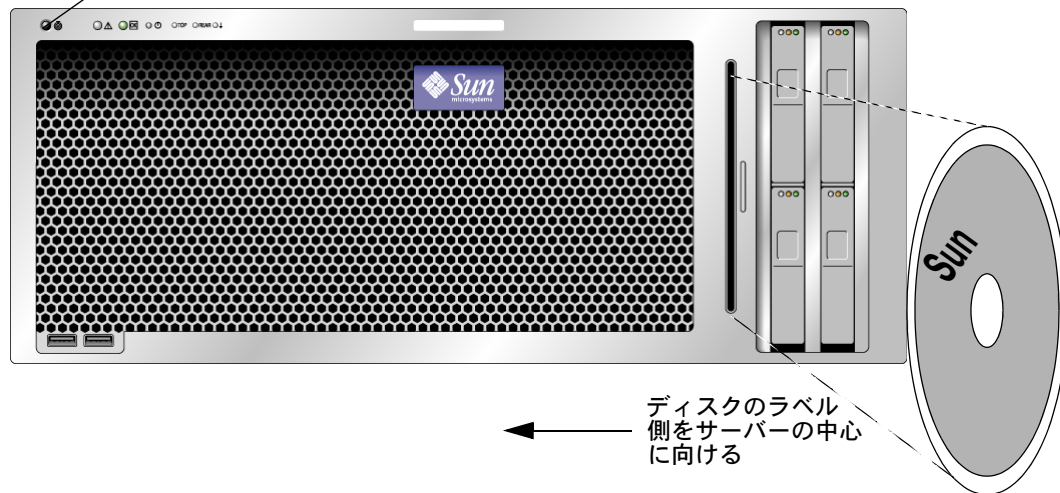

図 2 Sun Fire X4600 サーバーの前面パネル
**注** – ディスクを縦方向の DVD-ROM ドライブスロットに挿入するときには、ディスクのラベル側が左を向くように方向を確認してください (サーバーの中心を向くようにする)。図 2 を参照してください。